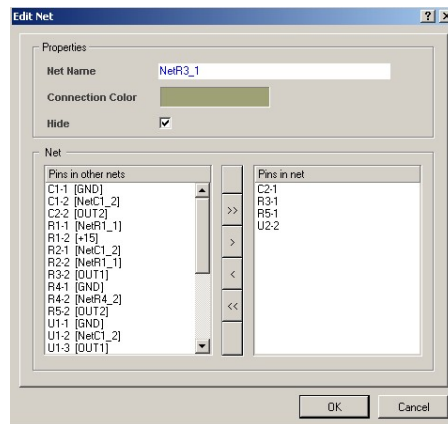

图 8.104
(2) 在对话框的 Nets in Class 列表中查找需要连接的网络，可双击该网络名或者单击下面的“Edit”按钮，系统将弹出图 8.104 所示的“编辑网络”对话框。如果我们在 Nets in Class 列表中查找不到要添加的网络，此时可单击列表栏下边的 按钮，同样可以弹出图 8.104 所示的“编辑网络”对话框。
(3) 在“编辑网络”对话框中的 Net Name 栏中输入新的网络名，并在 Pins in Other nets 栏中分别找到与之连接的元件引脚，按两栏中间的 按钮，使之进入 Pins in net 栏中。